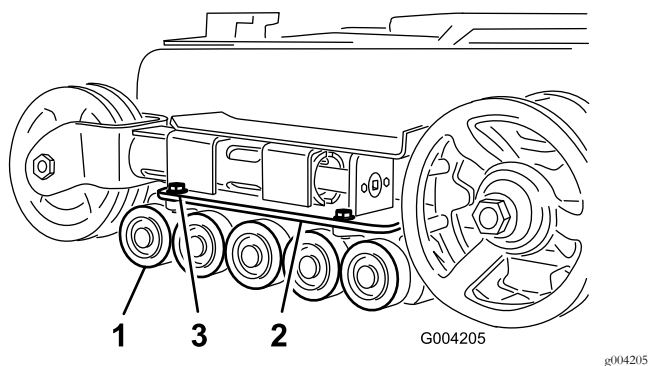

Figura 51
2. Retire los 4 pernos que sujetan cada guía de oruga inferior, que contienen las ruedas de rodaje, y retírelas (Figura 51).